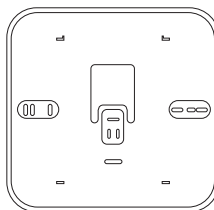

Fig. 10
- Monter, si nécessaire, la plaque de support du boîtier électrique, fournie dans le kit (Fig. 10).